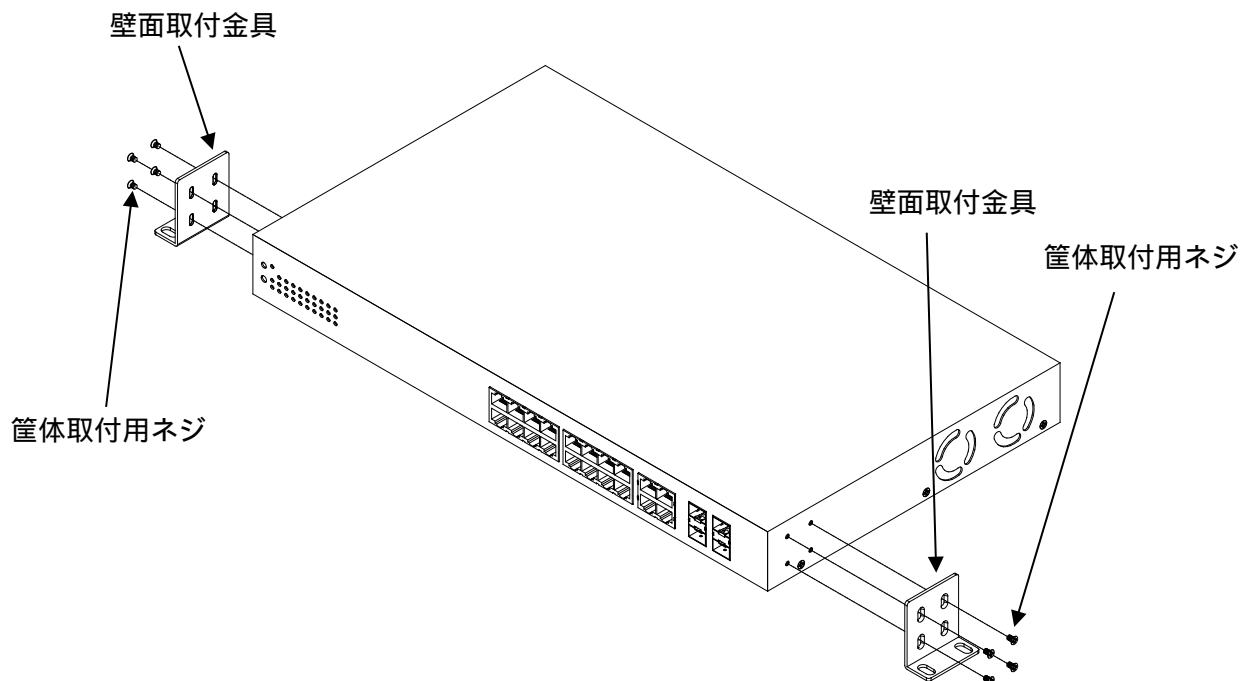
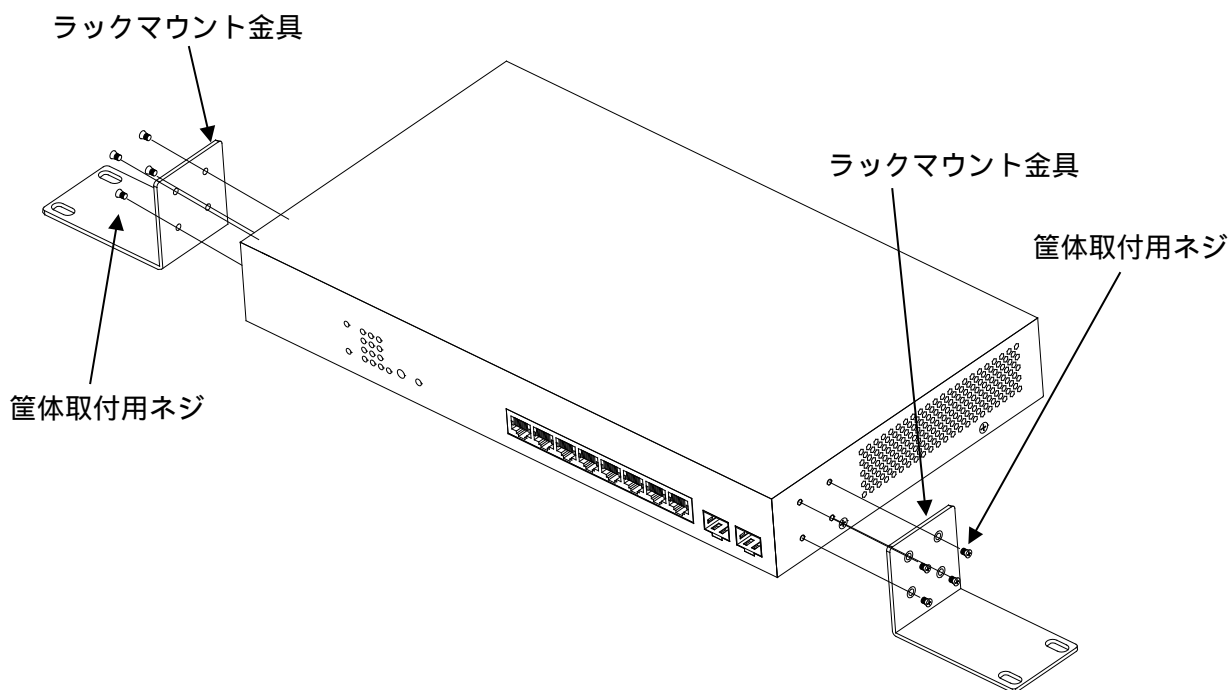

図 3-10 壁面取付金具の取り付け方法
図 3-11 ラックマウント金具の取り付け方法
- (1) 筐体取付用ネジを用いて、壁面取付金具またはラックマウント金具を本体に取り付けます。金具の向きは図 3-10、図 3-11 を参照ください。APLGS110GTSS、APLGS120GTSS、APLGS110GTPOE の場合、本体に取付済みのゴム足、マグネットは外さないでください。